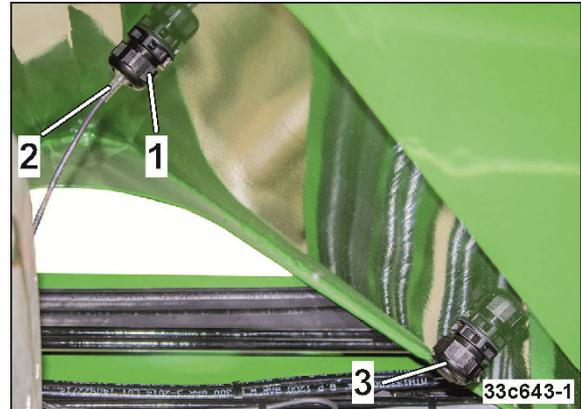

Fig. 146
2. Desserrer l'écrou (Fig. 146/1).
3. Retirer le capteur de niveau de remplissage (Fig. 146/2) et l'insérer dans le logement prévu.
5. Serrer l'écrou (Fig. 146/1).
Afin de fermer l'ouverture libérée, insérer le couvercle factice (Fig. 146/3) dans le logement et le bloquer.